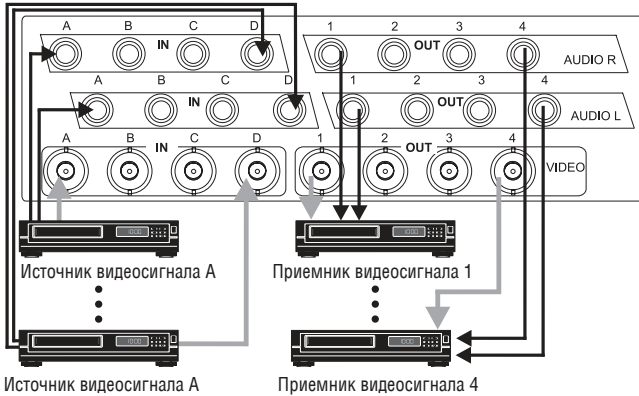

Рис. 2. Подключение матричного коммутатора 4x4 видео- и аудиосигналов VS-6EII
1. Подключите до четырех источников композитного видеосигнала к разъемам видеовходов, а соответствующие им источники звукового сигнала – к разъемам AUDIO L и AUDIO R (например, на рис. 2 показано подключение источников ко входам A и D).
2. Подключите к разъемам видеовыходов и к разъемам аудиовыходов AUDIO L и AUDIO R до четырех приемников композитного видеосигнала (например, на рис. 2 показано подключение к приемнику 3).